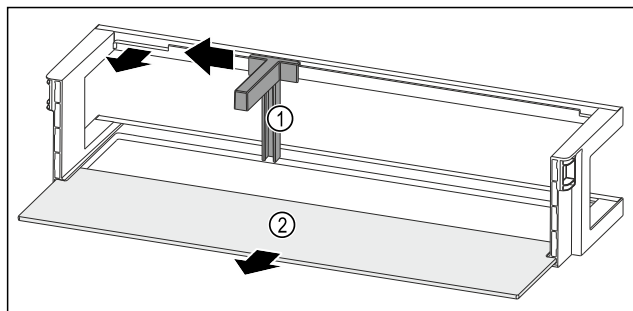

Fig. 118 Deurrek met flessenhouder en draagplateau
- Flessenhouder Fig. 118 (1) tot aan de uitsparing opzij schuiven.
- Flessenhouder Fig. 118 (1) verwijderen.
- Draagplateau Fig. 118 (2) verwijderen.